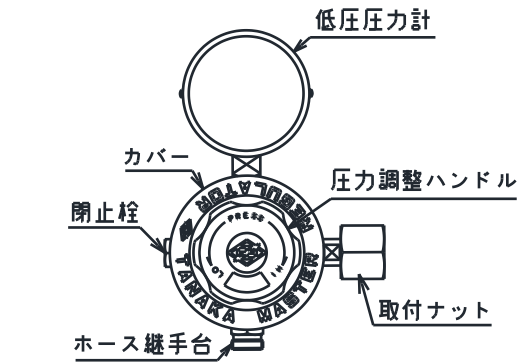

図1 マスターラインⅥ 外観
(1) 取出口バルブへの取付
- ①取出口バルブの取付口に検知液（石けん水）を塗布し漏れが無いことを確認してください。
- ②取出口バルブを1～2回開閉し、取付口のゴミを吹き飛ばしてください。その後、取出口バルブを確実に閉めてください。
- ③パッキンにキズや打痕がないことを確認してください。パッキンが損傷している場合は、新品のパッキンと交換してください。
- ④圧力調整器の個装箱から圧力調整ハンドルを取り出し、図1～4のカバー部分に2回転ほど右へ回して取り付けてください。このとき、圧力調整ハンドルは3回転以上回さないでください。
- ⑤取付ナットを取出口バルブネジに手で軽く2～3回転ねじ込んでください。
- ⑥スパナを用いて、取付ナットを確実に締め付けてください。
(2) 機器への接続
- ①当製品に接続するホースは日本工業規格JIS K 6333（溶断用ゴムホース）相当品を使用してください。内部にゴミや水が入っていないきれいなホースを使用してください。
- ②ゴムホースとホース口をホースバンドで確実に締め付けてください。
- ③図1～4のホース継手台にゴムホースを接続してください。ゴムホースの接続はスパナを用いて、ガス漏れがないように締め付けてください。
(3) 圧力の設定